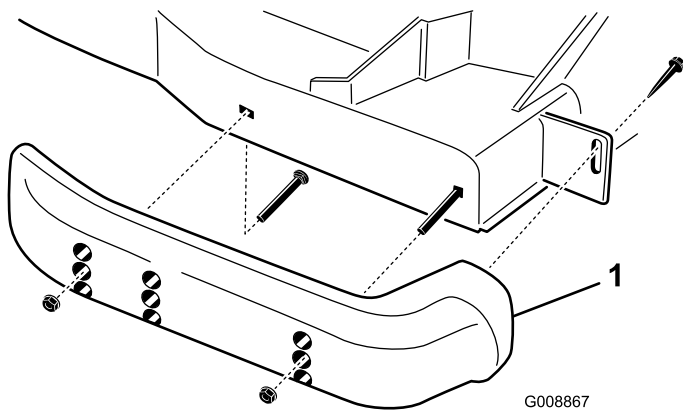

Рисунок 27
1. Отпустите передний винт каждого полза (Рисунок 27).
2. Снимите с каждого полоза болты с буртиком и гайки (Рисунок 27).